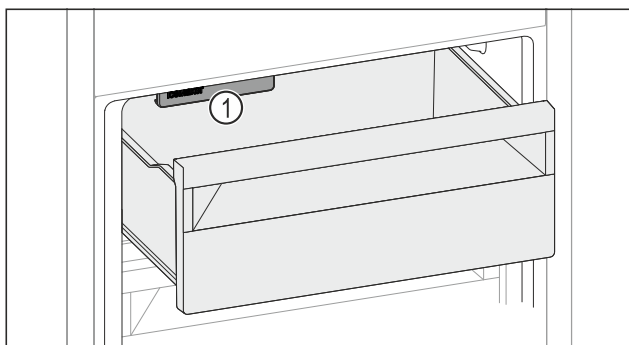

Fig. 168
- Dávejte pozor na IceMaker Fig. 168 (1).